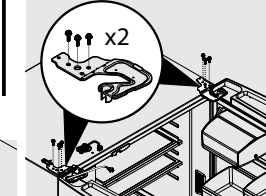

Figure 4
4. Enlevez trois boulons de 8 mm des deux charnières supérieures. Figure 4. Soulevez les portes pour les dégager des charnières inférieures et mettez-les de côté.